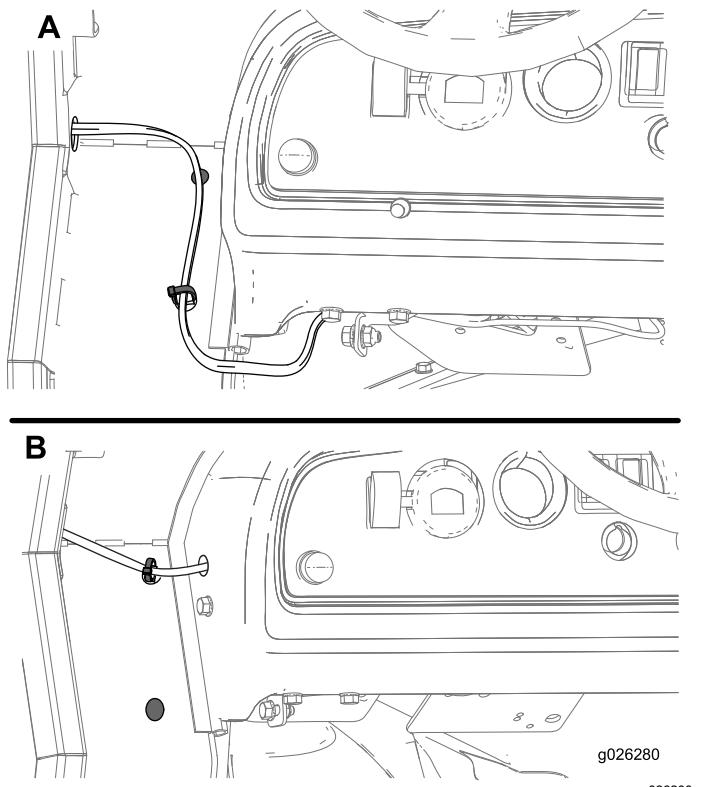

Рисунок 12
- Проложите жгут проводки под панелью управления (вид А на Рисунок 12). Вставьте зажим в нижнее отверстие боковой панели и заглушите верхнее отверстие.
- Просверлите отверстие в пульте, установите зажим в верхнее отверстие боковой панели и заглушку в нижнее отверстие (вид Б на Рисунок 12).